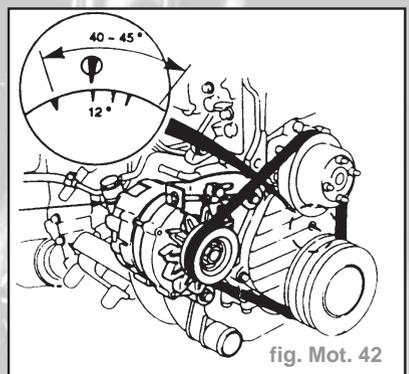

fig. Mot. 42
- Avec le piston numéro 1 au repère de PMH sur la poulie de vilebrequin, amener le vilebrequin à  $40^\circ - 45^\circ$  avant le PMH (fig. Mot. 42).